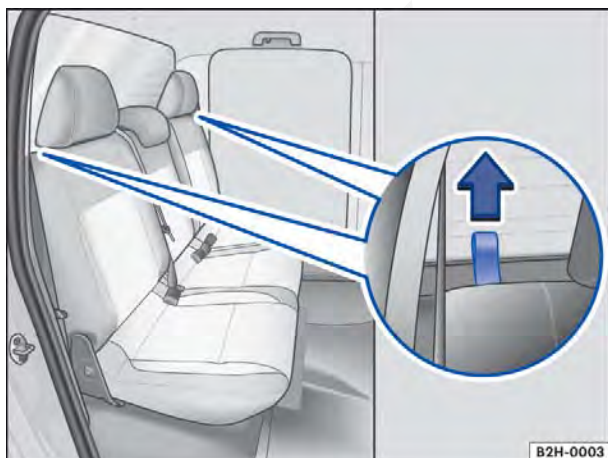

Fig. 42 Banco traseiro: alça para destravar o encosto do banco.
- Puxar as alças ⇒ Fig. 42 em ambos os lados do encosto do banco na direção da seta e, ao mesmo tempo, rebater o encosto para frente.